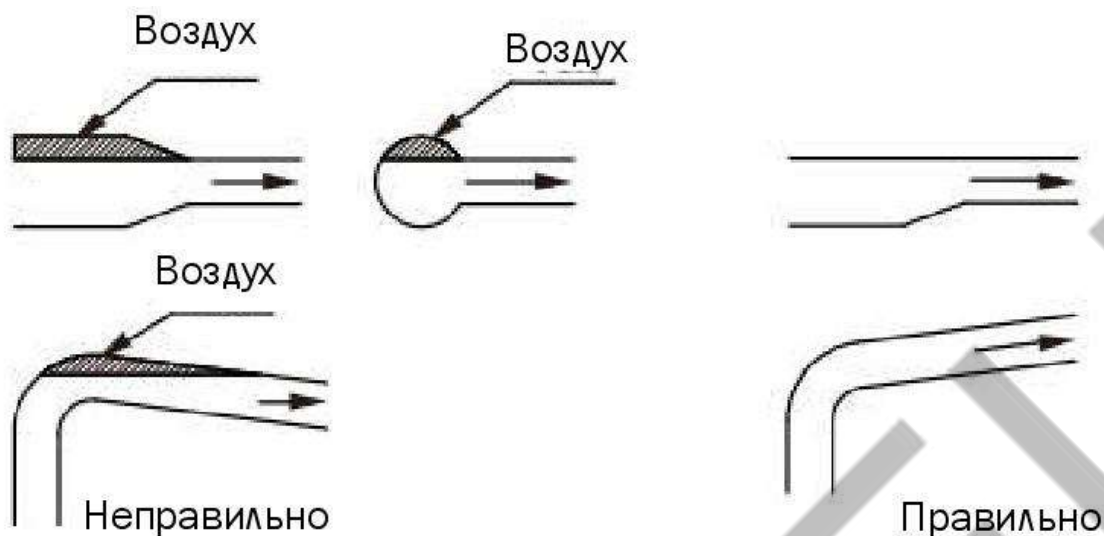

Рис. 2 Монтаж трубопроводов
- во избежание воздушных подушек, всасывающий трубопровод должен подниматься к насосу. Переход от одного диаметра к другому в горизонтальных участках следует обеспечивать только наклонными переходами к горизонтальной верхней образующей, смотрите Рис. 2;